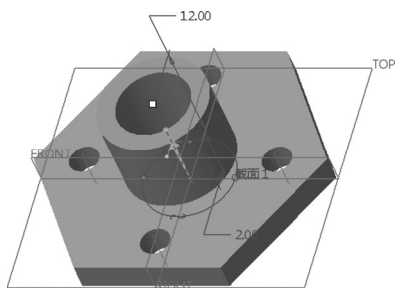

图 4-16 模型动态几何预览
7) 输入拉伸的深度值“12”。此时,模型动态几何预览效果如图 4-16 所示。